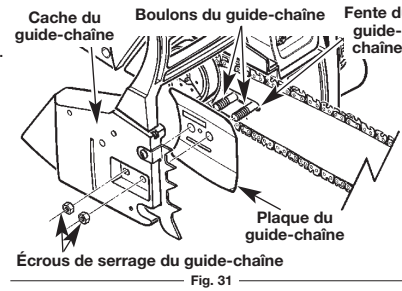

Fig. 31
- Desserrez légèrement les écrous de serrage du guide (Fig. 31).
- Retirez les écrous de serrage du guide à l'aide de l'outil multifonctions fourni. Retirez le cache et la plaque du guide-chaîne en tirant fort dessus (Fig. 31).
- Ajustez le guide-chaîne au ras de la surface de montage de sorte que les deux boulons du guide s'insèrent dans la fente correspondante (Fig. 31).